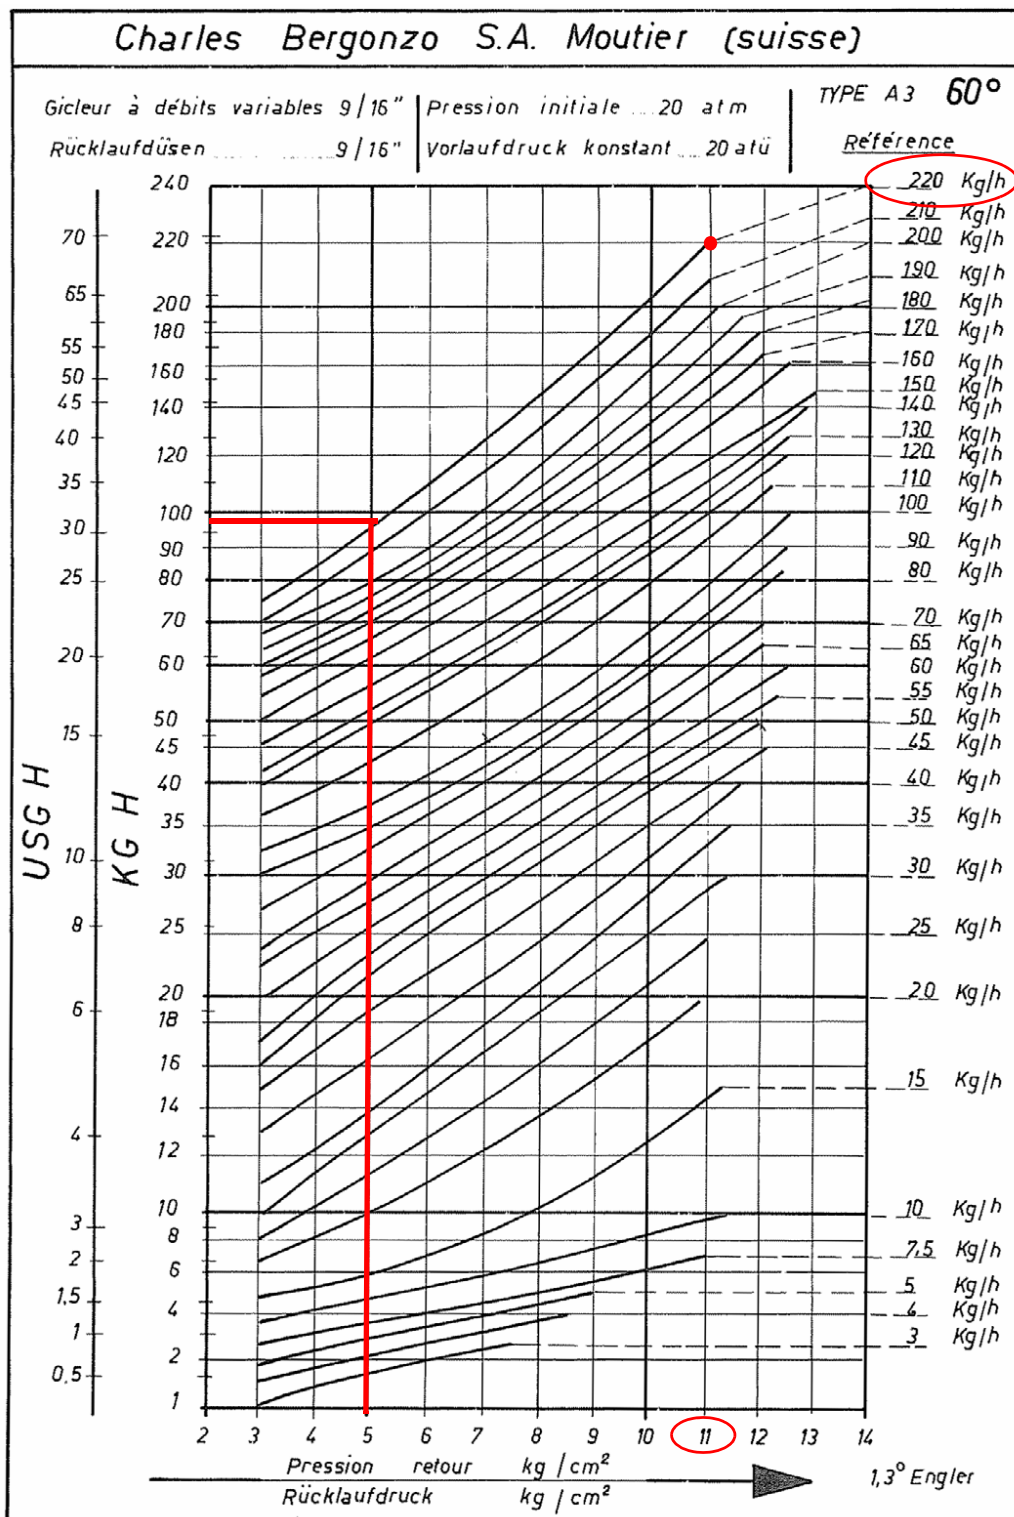

Рис. 10
Расход дизельного топлива регулируется, благодаря выбору форсунки (противопоточного типа), подходящего для мощности котла/утилизатора размера и регулировки давления топлива на подаче и обратном ходе, в соответствии с параметрами, указанными на графике на Рис. 10.
- 16 Сместить **кулачок III** (малое пламя) в сторону минимальной мощности, с тем, чтобы сервопривод начал закрываться, до тех пор, пока два подшипника не совместятся с регулировочным винтом, относящимся к самой низкой точке: закручивать винт **V** для увеличения расхода, откручивать - для уменьшения, с целью получения значения давления, как на графике на Рис. 10, на основании требуемого расхода.